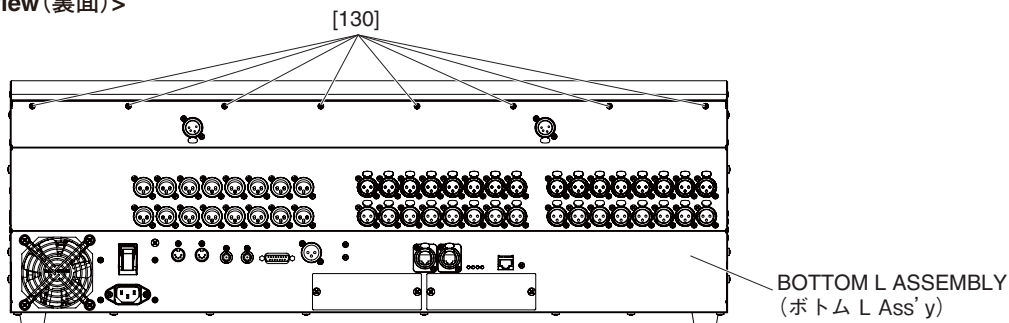

Fig. 2 (図2)
The side pad assembly L can then be removed. (Fig. 2)
The side pad assembly R can then be removed. (Fig. 2)
* **Remove the side pad assembly L, R in the direction of the arrow in Fig. 2.**
1-1-1 [160]の六角孔付ボルト3本を外して、サイドパッド Ass'y Lを外します。(図2)
1-2-1 [180]の六角孔付ボルト3本を外して、サイドパッド Ass'y Rを外します。(図2)
※ サイドパッド Ass'y L, Rを取り外す際は、図2で示す矢印の方向へ外します。
- 2-2 Remove the thirty (30) screws marked [130] and two (2) screws marked [140]. (Fig. 2)
- 2-2 [130] のネジ 30 本と [140] のネジ 2 本外します。(図 2)
- 3-3 The lithium battery on the CPUQL circuit board can be replaced. (Fig. 2, 4)
- 3-3 CPUQL シート上より、リチウム電池を交換することができます。(図2、4)